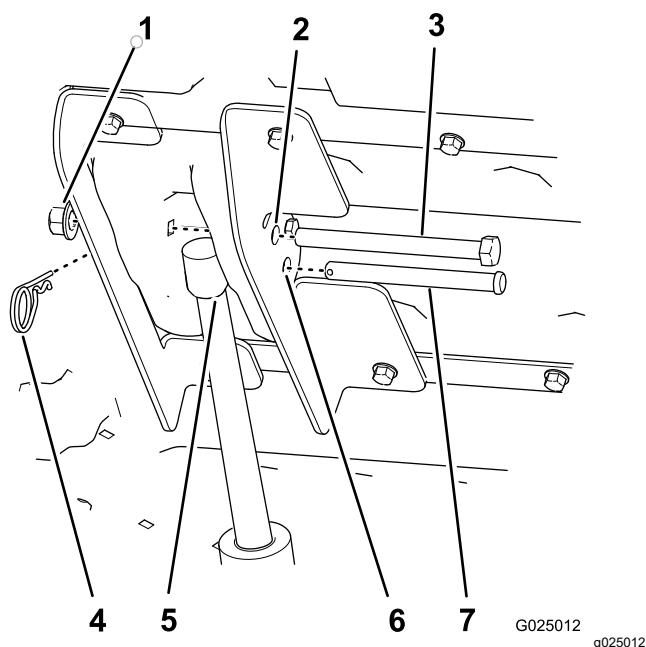

Figura 12
6. Premete la parte superiore dell'interruttore di sollevamento del pianale per estendere l'asta dell'attuatore di sollevamento fino a che il foro dell'asta non è allineato con i fori della staffa di sollevamento interna ed esterna (Figura 12).
7. Fissate l'asta dell'attuatore di sollevamento alle staffe di sollevamento con il perno con testa ($3\frac{1}{2}$ ") e la coppiglia (Figura 12).
9. Allineate il bullone a testa esagonale ($\frac{1}{2}$ " x $5\frac{1}{2}$ ") attraverso i rimanenti fori da 12,7 mm nella staffa di sollevamento interna ed esterna (Figura 12) e fissatelo saldamente con un dado di bloccaggio ($\frac{1}{2}$ ").